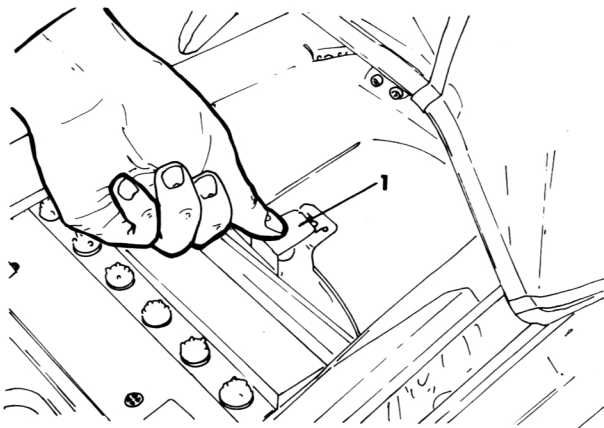

Bild 3
- Die Luftfilter-Klemmfeder entfernen (Bild 3).